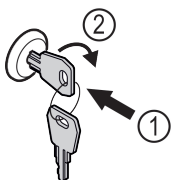

Fig. 174 Representación a modo de ejemplo
- Introducir la llave Fig. 174 (1).
- Girar la llave 90° en sentido horario Fig. 174 (2).